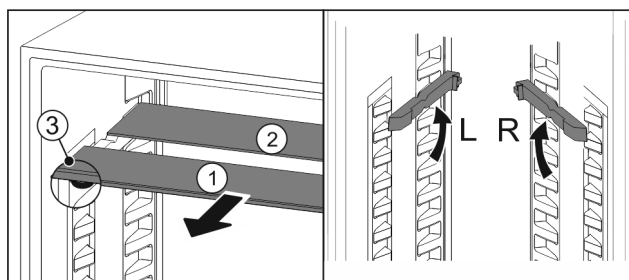

Fig. 91
- ▶ Wycignac Fig. 91 (1) pojedynczo ptki szklane do przodu.
- ▷ Plyta szklana Fig. 91 (1) z listwa ozdobna znajduje sie z przodu.
- ▷ Stopery Fig. 91 (3) wskazuja w dolt.